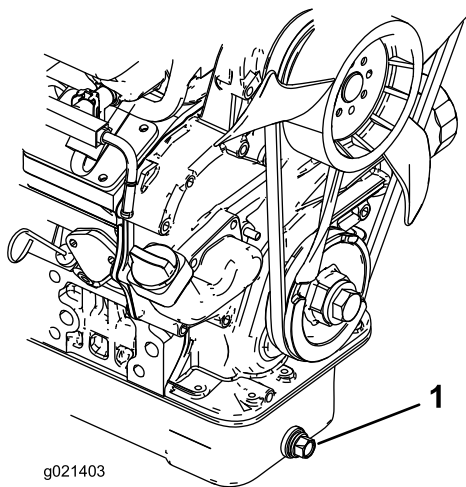

Figure 44
1. Retirez le bouchon de vidange (Figure 44) et laissez couler l'huile dans un bac de vidange. Remettez le bouchon quand la vidange est terminée.